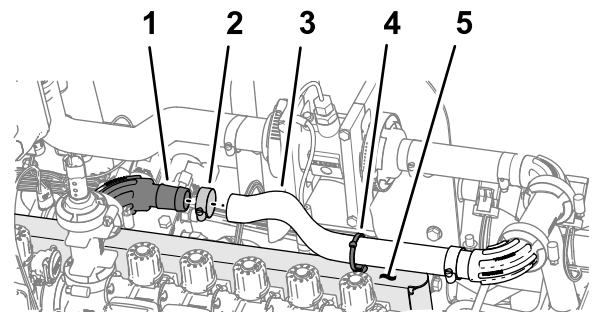

Figura 111
1. Conecte la manguera (2,54 cm x 40,64 cm) al acoplamiento con brida de 90° (2,54 cm), según se muestra en Figura 111.
2. Sujete la manguera al acoplamiento con brida con una abrazadera (Figura 111).
3. Inserte la brida/grapa en el orificio de la parte superior del soporte de las válvulas, según se muestra en Figura 111.
4. Sujete la brida/grapa (Figura 111) alrededor de la manguera (1" x 16").